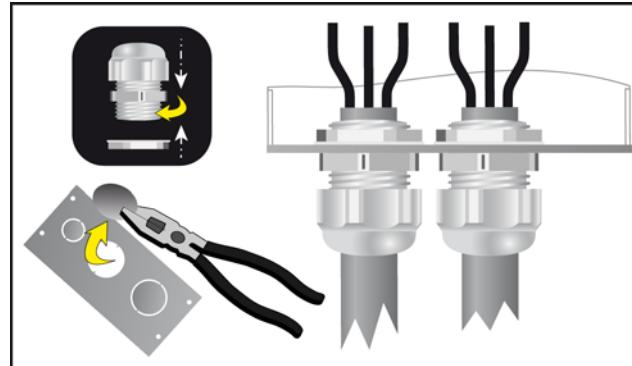

рис. 3.3.6.b
- ВХОД. Подключите входной кабель к клеммам "L" (фаза), "N" (нейтраль) и проводник заземления к клемме " $\frac{1}{\bar{1}}$ ". **Заземление обязательно!** (рис. 3.3.6.c).